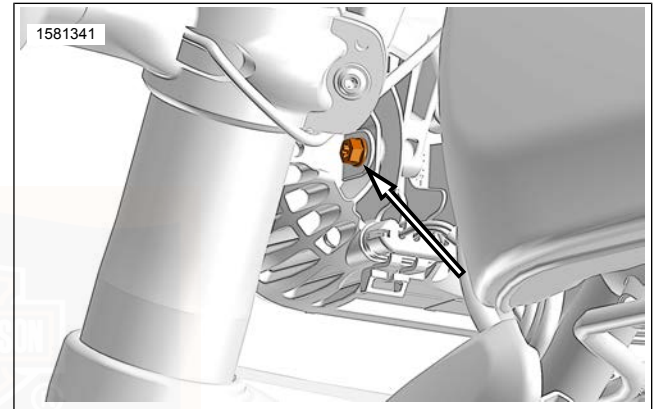

Abbildung 93. Scheinwerferereinstellschraube: RH1250S (linke Seite abgebildet)
4. Siehe Abbildung 93 oder Abbildung 94. Lösen Sie die Schrauben an der linken und rechten Seite des Scheinwerfers.